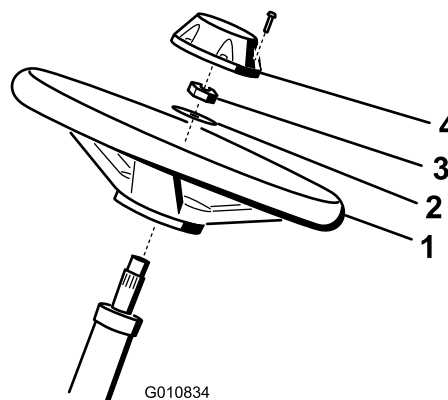

Figure 3
- Glissez le volant sur l'arbre de direction (Figure 3).
- Glissez la rondelle sur l'arbre de direction (Figure 3).
- Fixez le volant sur l'arbre au moyen d'un écrou de blocage serré à un couple de 27 à 35 N·m (Figure 3).
- Fixez le couvre-moyeu au volant avec une vis (Figure 3).